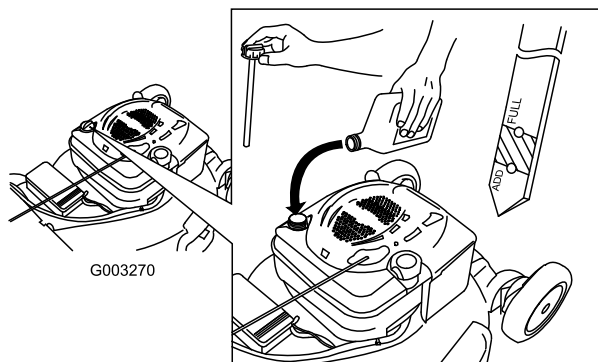

Figure 7
- Retirez la jauge (Figure 7).
- Versez de l'huile **lentement** dans le goulot de remplissage pour faire monter le niveau de liquide jusqu'au repère du plein (Full) sur la jauge (Figure 7).